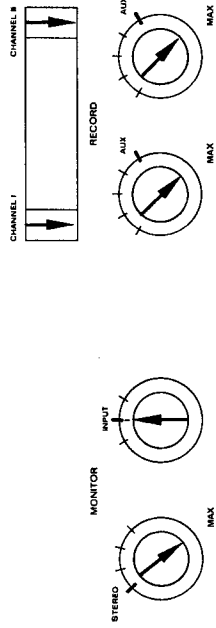

Bild 6.5.-65
- Bedienelemente nach Bild 6.5.-65 einstellen.